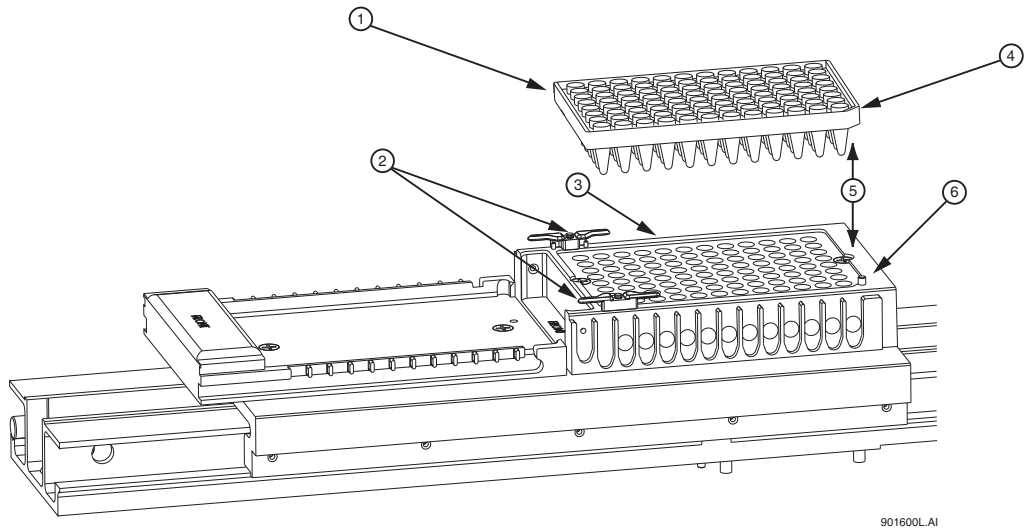

图 3.33 加载样品板
2. 用样品板凹角对齐样品板导销，然后轻轻将板降低到对应位置（图 3.33）。